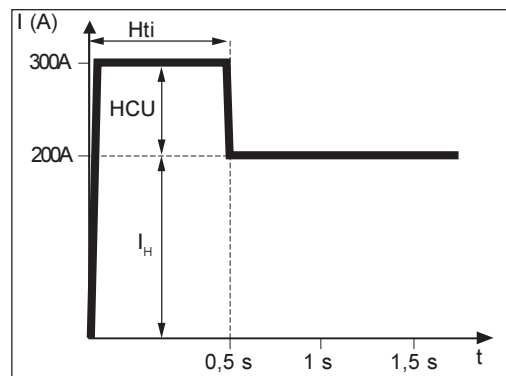

Fig. 25 Exemple de fonction „Aide à l'amorçage“
Lorsque le paramètre de soudage "con" est réglé, le courant de soudage est maintenu constant indépendamment de la tension de soudage. Cela donne une courbe caractéristique verticale (4) (fig. 25).
Vous pouvez régler une courbe descendante (5) avec les paramètres "0,1-20" (fig. 25). La plage de réglage s'étend de 0,1 A / V (très raide) à 20 A / V (très plate).
**REMARQUE !** Lorsque vous réglez une courbe plate (5), réglez la dynamique à une valeur élevée.
Lorsque le paramètre "P" est réglé, la puissance de soudage reste constante indépendamment de la tension et du courant de soudage. Cela donne une courbe hyperbolique (6) (fig. 25).